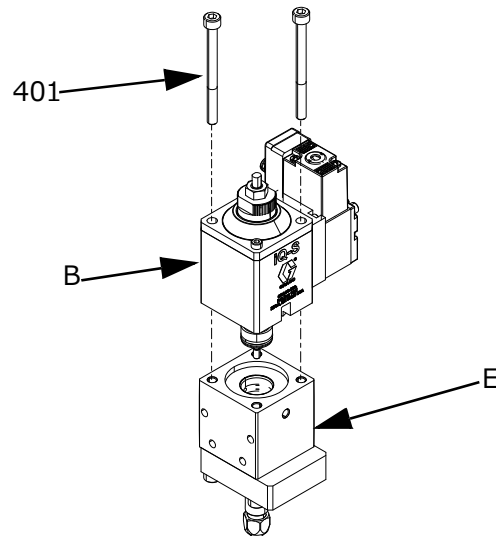

図 11
4. スナッフバックアダプタ (308) とスペーサー (315) を外します。
5. ウィーブホール (K) にあるピストンロッド (410) の穴を通じてアレンキーを配置します。5.5 mm ソケットまたはナットドライバーを使用してナット (310) を緩めて、チップ (309) を取り外します。
6. 液体セクション (E) が取り付けられていない場合、液体セクションを万力で挟みます。
7. エアシリンダー上部から 4mm 六角レンチで M5 ネジ (401) を外します。ピストンロッド (410) が液体セクション (E) から外れるまで、エアセクション (B) をゆっくりと引き出します。図 11。